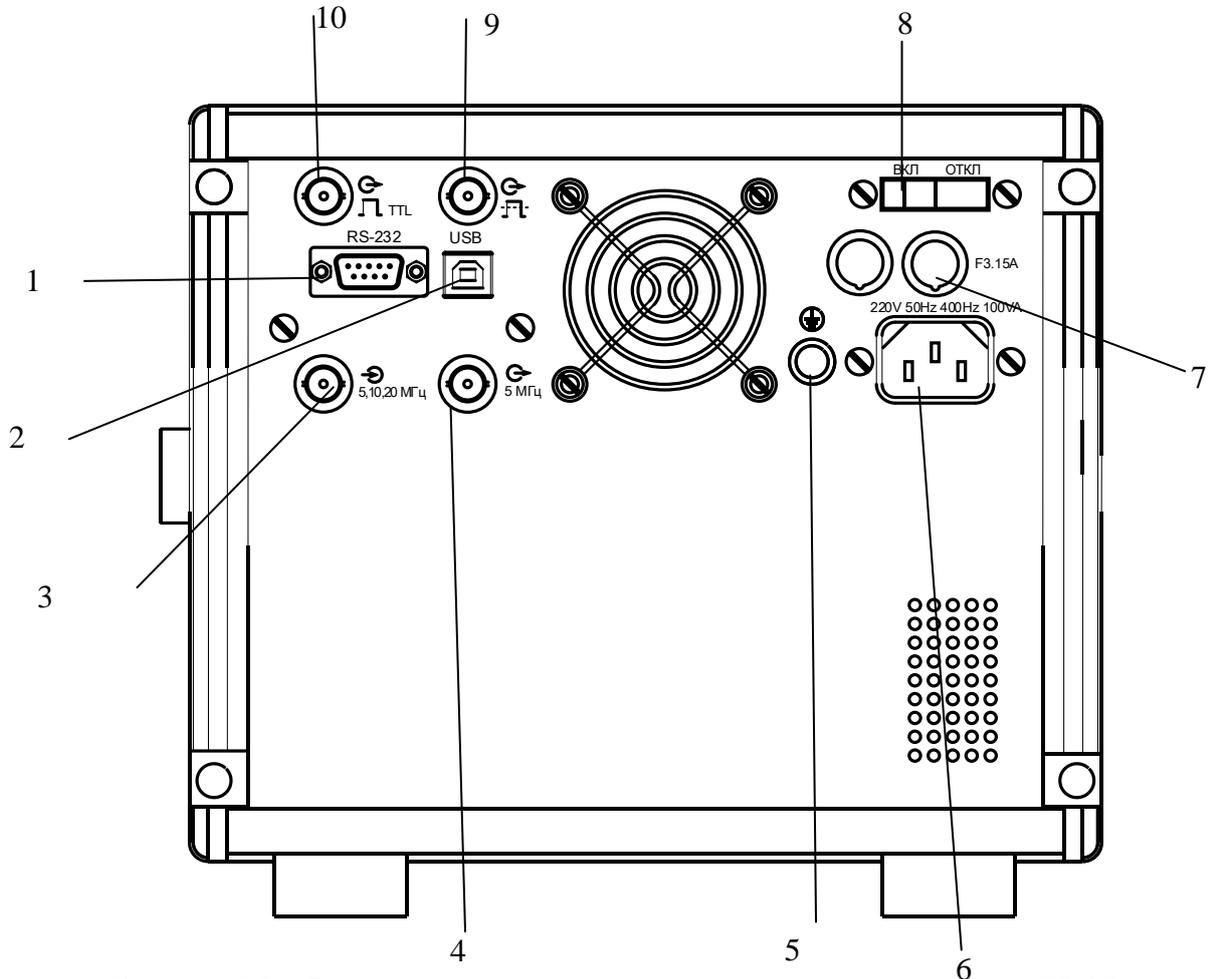

Рисунок 7.2 – Задняя панель генератора сигналов низкочастотного ГЗ-137
7.4.10 Для работы генератора от внешнего генератора опорной частоты на вход « $\rightarrow$  5, 10, 20 МГц» (рисунок 7.2) подать сигнал с частотой 5 МГц, 10 МГц, или 20 МГц напряжением от 0,1 до 1 В. Нажать кнопку 21 (рисунок 7.1) и выбрать режим внешнего опорного напряжения.
7.4.11 Для работы с ПЭВМ по каналу USB подключить интерфейсный кабель SCUAB-1,5 (USBA-USBB) к разъёму 2 (рисунок 7.2) генератора и к выходу канала USB ПЭВМ. Для работы по каналу RS-232 подключить нуль-модемный кабель типа DB9F-DB9F (розетка-розетка) к разъёму 1 генератора и к выходу канала RS-232 ПЭВМ. Подать питание на генератор, нажмите кнопку 2 (рисунок 7.1) и выберите режим управления по каналу USB или по каналу RS-232. После запуска программы "G3.exe" на ПЭВМ управление режимами генератора осуществляется с помощью виртуальной панели.